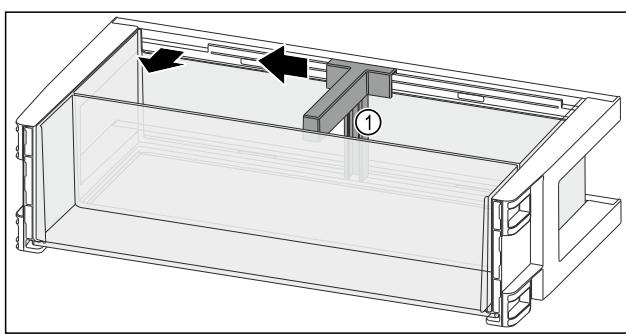

Fig. 92
- Сместите держатель для бутылок *Fig. 92 (1)* до выемки в сторону.
- Извлеките держатель для бутылок *Fig. 92 (1)*.